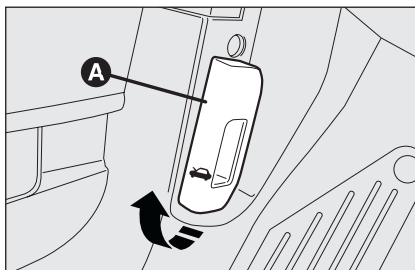

fig. 96
- tirer le levier **A-fig. 96** dans le sens indiqué par la flèche;
- tenir le capot soulevé d'une main et de l'autre enlever la béquille **C-fig. 96** du logement **D** et la remettre dans son dispositif de blocage;